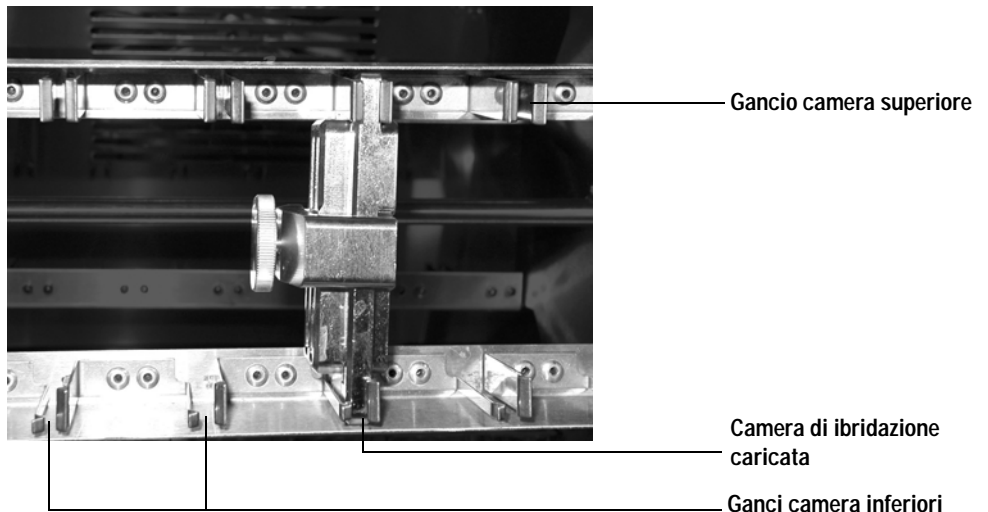

Figura 7 Caricamento corretto della camera di ibridazione
- 3 Caricare o scaricare le camere di ibridazione. Per caricare le camere nel rotatore, premere la camera utilizzando i ganci in alto e in basso finché risulta ben ferma nella posizione desiderata. Vedere la Figura 7.